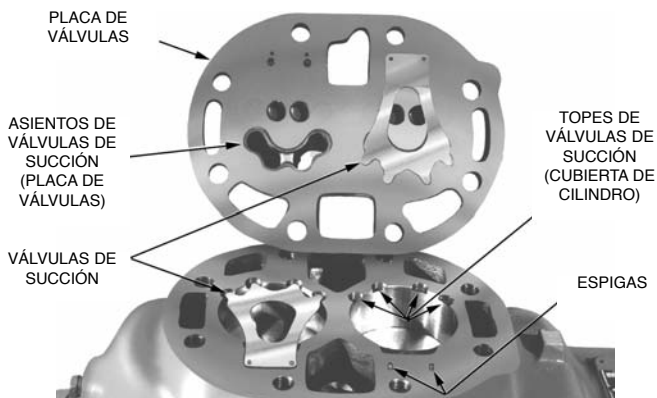
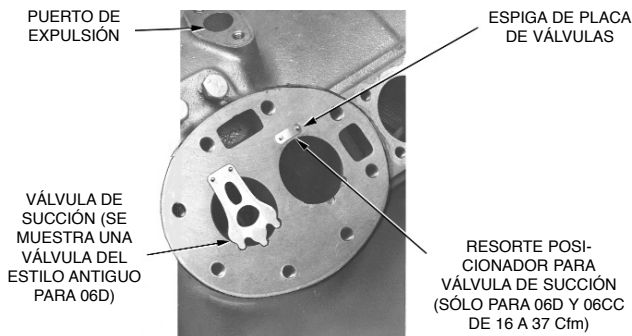

Fig. 3 – Placa de Válvulas Retirada
Fig. 4 – Válvula de Succión y Resortes de Posicionamiento en su Posición
4. Empiece la separación a lo largo de los lados de la placa de válvulas para retirarla del cárter. Así se obtiene acceso a las válvulas de succión de chapaletas (véase Fig. 3). Retire las válvulas de succión de las espigas. En los compresores 06D y 06CC (16 a 37 Cfm) deben retirarse también los resortes de posicionamiento para las válvulas de succión. (véase Fig. 4)
1. Al reensamblar componentes con los que ya se contaba, las válvulas no se deben intercambiar o invertir, sino que tienen que reensamblarse en sus posiciones originales. Instale los resortes posicionadores para la válvula de succión (sólo en los compresores 06D y 06CC de 16 a 37 Cfm) en las espigas. Ensamble los resortes posicionadores con los extremos contra la cubierta del cilindro (Fig. 4) y con el arco del resorte hacia arriba.